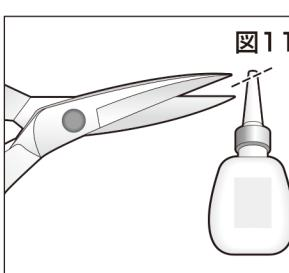

図11
- 2.ノズルの先をハサミ等で斜めにカットします。(図11)